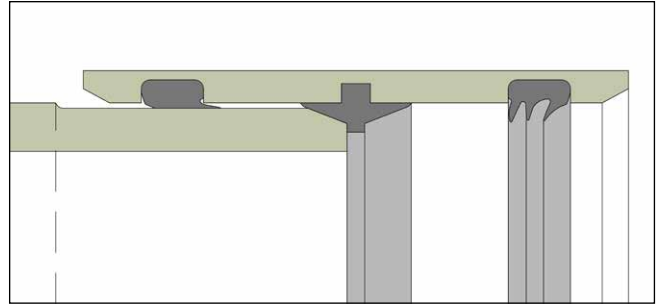

Рис. 22: Муфта FSC / ASC
5.1.1. КАНАЛІЗАЦІЙНА МУФТА / FSC або ASC (РИС. 22)